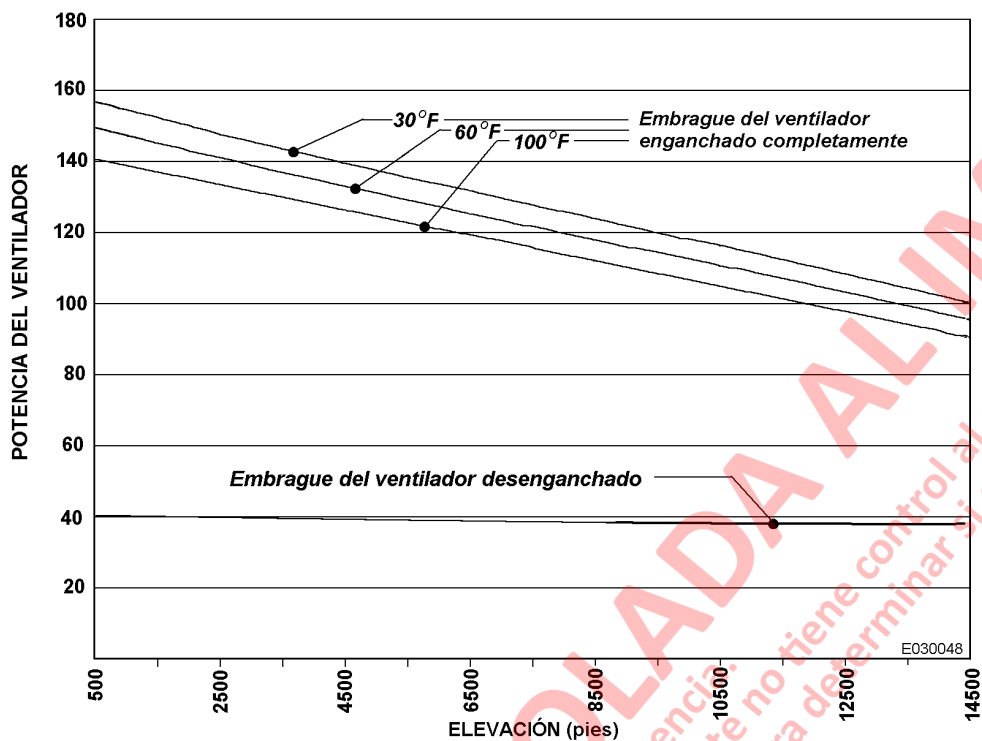

FIGURA 3-17. PÉRDIDA PARÁSITA TOTAL A POTENCIA TOTAL
- c. Consulte la Figura 3-17 para ver la curva de pérdidas parásitas.